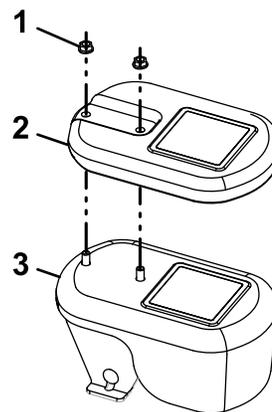

Figura 8
- Añada el peso plano al conjunto del peso para una máquina con una carcasa de cortacésped de 122 cm (Figura 8).